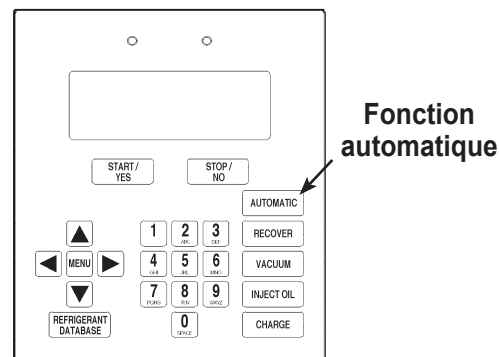

Figure 9
2. Appuyez sur le bouton **AUTOMATIC (automatique)**. Reportez-vous à la Figure 9.